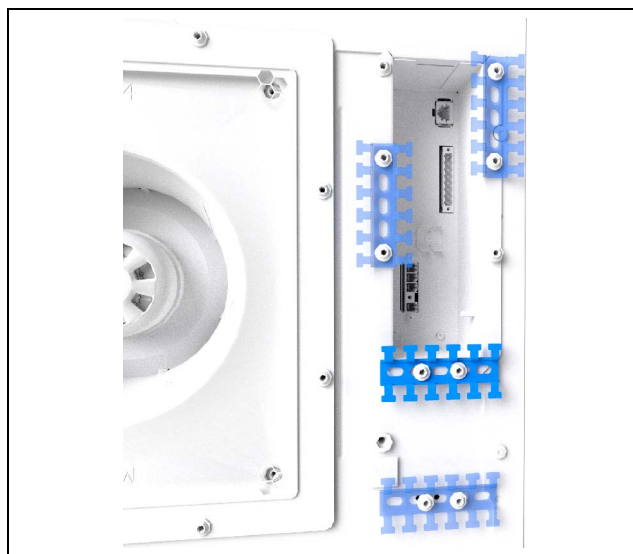

Imagen 19: Montaje de la guía dentada (imagen de ejemplo)
- El blindaje de cable puede conectarse a la guía dentada (imagen 19).